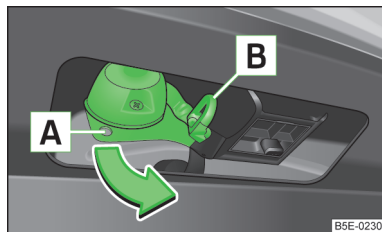

Fig. 157
- Afferrare la presa a 13 poli sulla maniglia **A** e girarla in direzione della freccia » fig. 157.
- Afferrare la presa a 13 poli sulla maniglia **A** e girarla in direzione opposta a quella della freccia » fig. 157.
L'occhiello di fissaggio **B** » fig. 157 serve a collegare il cavo a strappo del rimorchio.